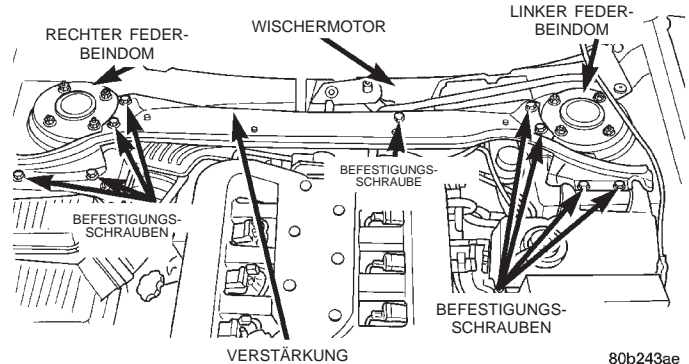

Abb. 5 Befestigung der Verstärkung am Fahrzeug
(7) Die acht Schrauben ausbauen, mit denen die Verstärkung (Abb. 5) an den Federbeindomen montiert ist. Eine Schraube (Abb. 5) lösen, mit der der Wischermotor an der Verstärkung montiert ist. Verstärkung aus dem Fahrzeug ausbauen.